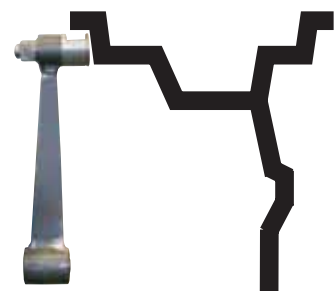

Рис. 10.1
10.2. Данная модель МБ снабжена устройством, позволяющим автоматически вводить диаметр « d » колеса и дистанцию « A ». Для этого необходимо, взяв за рукоятку, вытянуть из корпуса МБ штангу ввода параметров, подвести палец на конце рукоятки к месту установки корректирующих грузов на внутренней стороне обода (см. рис. 10.1) и удерживать штангу в этом положении до появления звукового сигнала, после чего вернуть штангу в исходное положение.